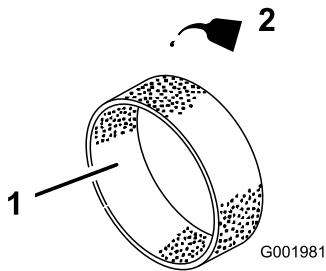

Figura 46
4. Applicare circa 30 – 60 ml d'olio sull'elemento (Figura 46).